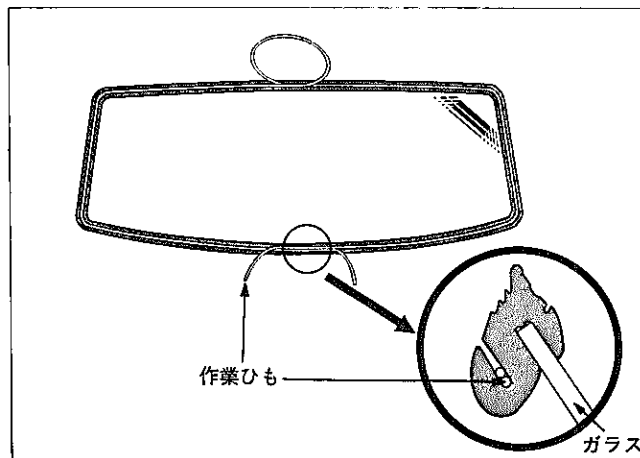

図15-1-47 作業ひも取り付け
- (3) 作業ひもを図 15-1-47 のように、ウエザストリップに巻き付ける。